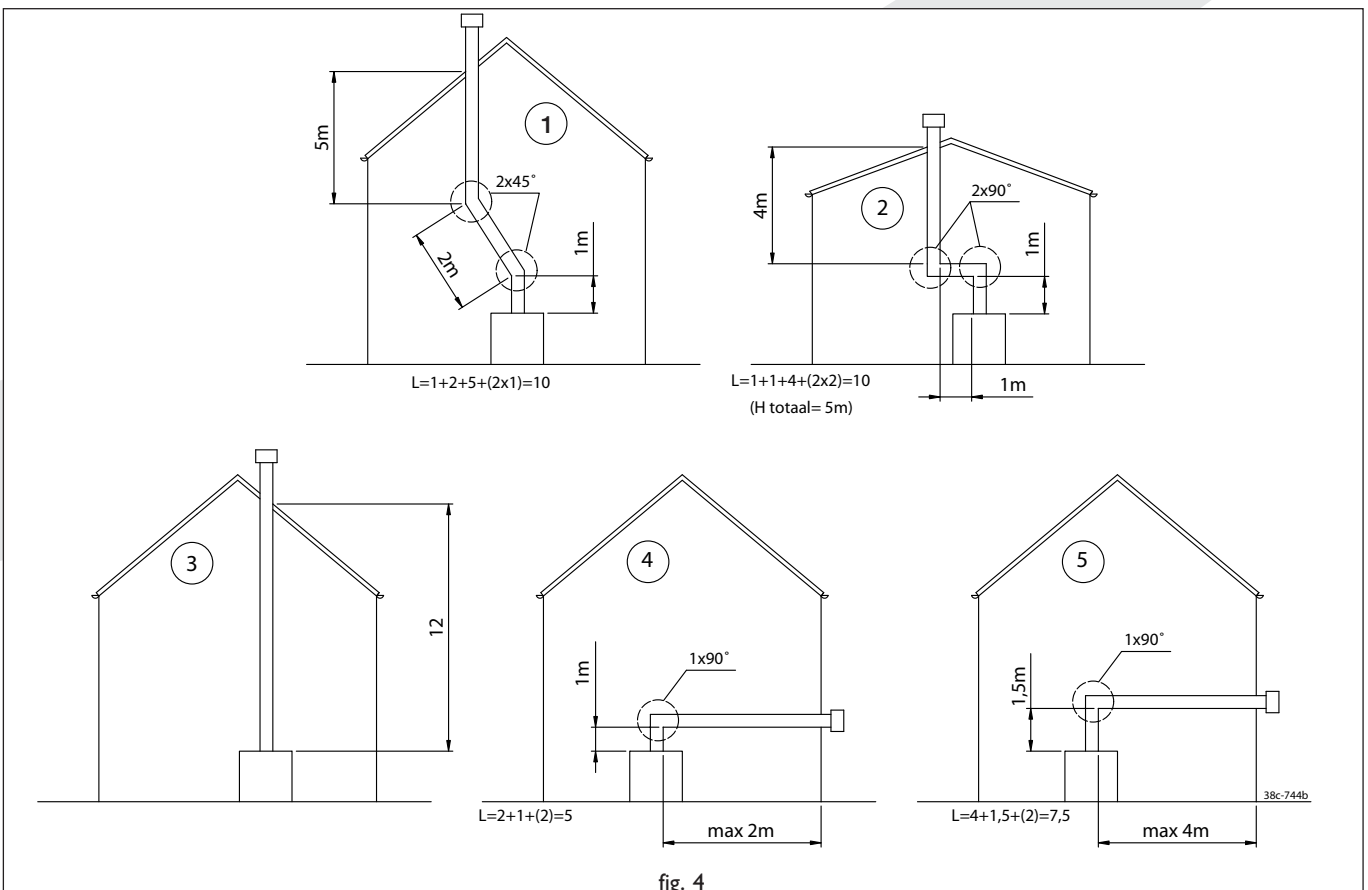

fig. 4
Aansluitmogelijkheden (fig. 4)
- altijd eerst 1 meter pijp verticaal plaatsen, behalve fig. 4, voorbeeld 5.
De maximale totale lengte is de som van de buislengte plus de vervangende lengte voor de bochten (zie de 5 voorbeelden in fig. 4).